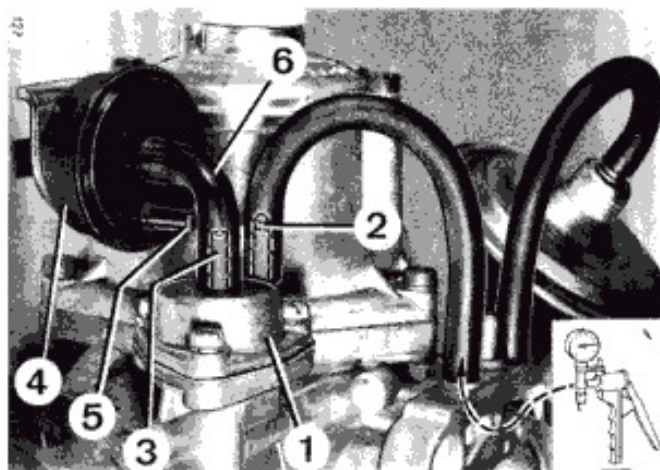

Рис. 7
7. ПРОВЕРКА УСТРОЙСТВА ОБОГАЩЕНИЯ PULLDOWN (Рис. 7)
- Отсоединить шланг (6) от штуцера (3) и заглушить штуцер.
- Присоединить ручной вакуумный насос согласно Рис. 7 к устройству Pulldown (1) и накачать отрицательное давление (400 mbar).